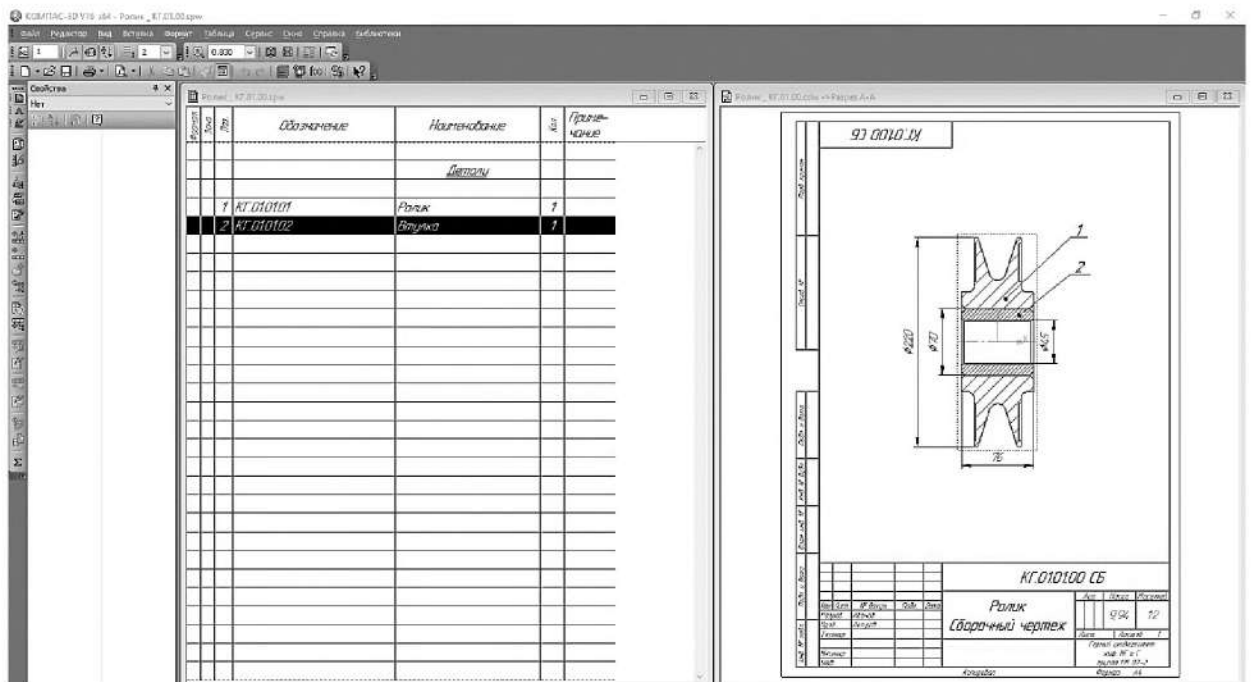

Рисунок 4.56. Изменение номера позиции детали «Втулка»
3.3.15 Таким же образом подключите позиционную линию-выноску, указывающую на чертеже на деталь *Втулка*, к объекту *Втулка* в окне спецификации. На чертеже номер позиционной линии-выноски, указывающей на деталь *Втулка*, изменится с 1 на 2 (рисунок 4.56).